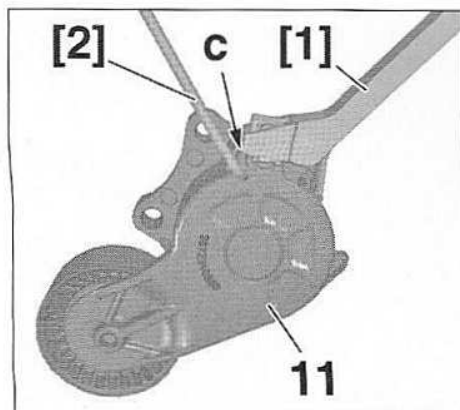

FIG.12
- Mettre en place l'outil [2] dans le trou de pégeage (c) (Fig.12).